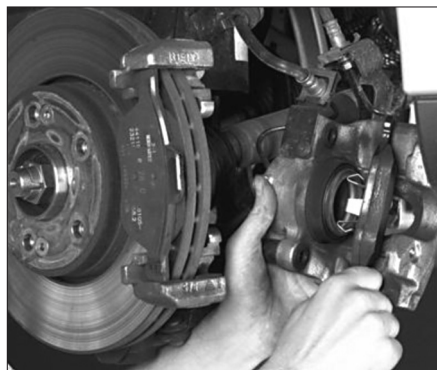

FIG. 8
- Déposer les deux bouchons de protection puis les deux vis des colonnettes (2).
- Déposer les plaquettes (fig. 8).